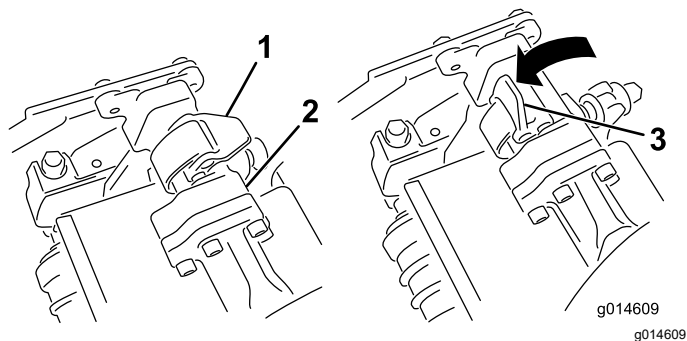
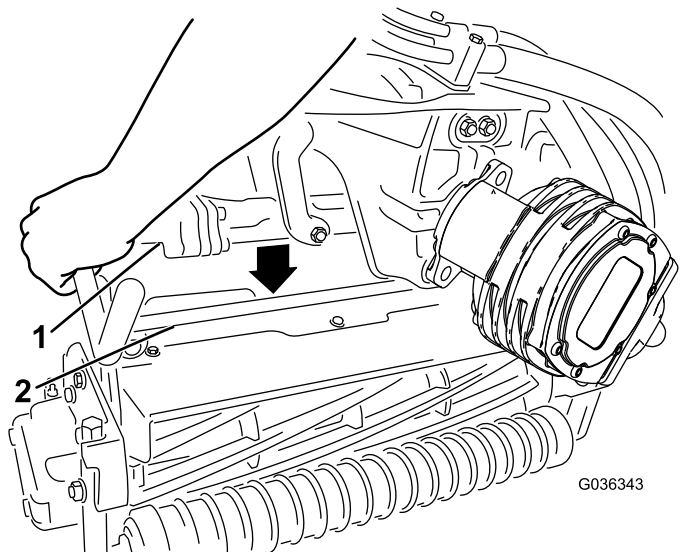

図 51
図 52
4. サスペンションアームのバーについているラッチを上向き開いた状態にして図 51、サスペンションアームを押し下げて、バーを、カッティングユニットのバーの上に被せるようにする図 52。
5. ラッチを下げると閉じるとカッティングユニットのバーがロックされてユニットがアームにセットされる図 51。
5. 取り外したいカッティングユニットのサスペンションアームのバーについているラッチを開く(図 51)。